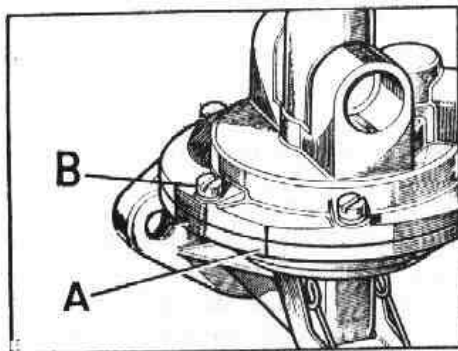

Fig. L1-16 Marcas de alineación
- 1.1. Hacer una marca de referencia, A (Fig. L1-16) en la tapa y cuerpo, para facilitar el posterior montaje.
- 1.2. Desmontar los tornillos de fijación, B (Fig. L1-16).